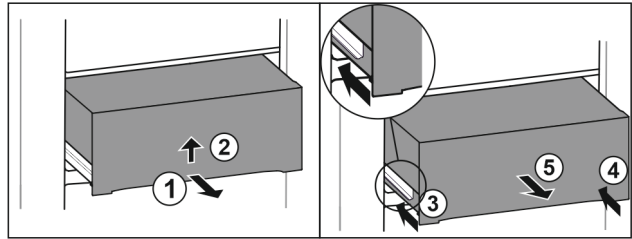

Fig. 35
- ▶ Витягніть ящик на половину. Fig. 35 (1)
- ▶ Підняти висувний ящик за нижній бік. Fig. 35 (2)
- ▶ Вставити ліву рейку. Fig. 35 (3)
- ▶ Вставити праву рейку. Fig. 35 (4)
- ▶ Вийняти висувний ящик рухом вперед. Fig. 35 (5)